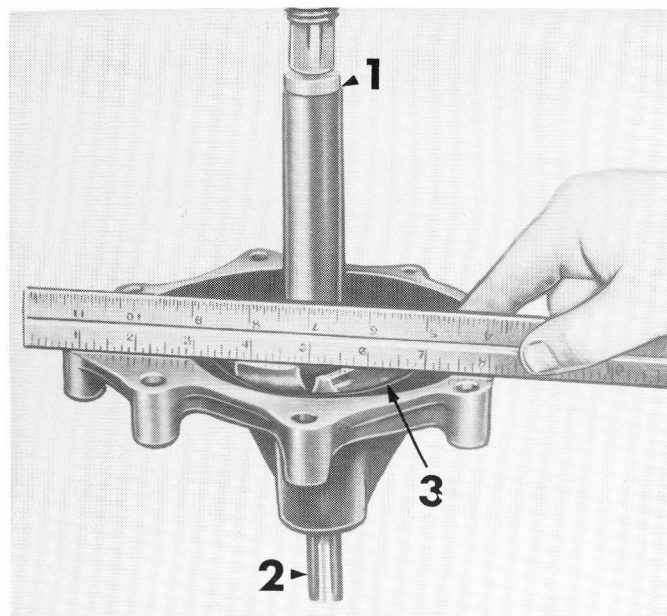

FIGURE 88 : Position correcte de la turbine — 1 = Plateau épaulé 630 - 1, 2 = Arbre, 3 = Turbine.
4. A l'aide de la presse, d'un tube de 19,05 mm de diamètre intérieur et du plateau épaulé n° 630 - 1, emmancher la turbine sur l'arbre (Figure 88)